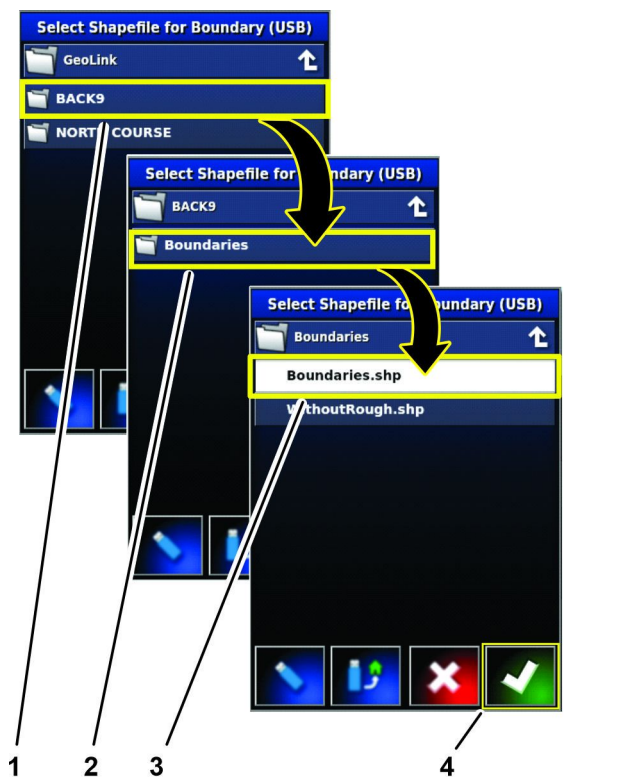

Bild 76
8. Tippen Sie auf die Verzeichnis-Symbole (Bild 76), um zu den Feldinformationen zu gelangen, die Sie im Schritt 4 von Export der Feldgrenzen (Seite 31) exportiert haben.
9. Tippen Sie auf das FELDGRENZEN-Symbol, tippen Sie auf das Symbol FELDGRENZEN.SHP und tippen Sie auf das Bestätigen-Symbol (Bild 76).